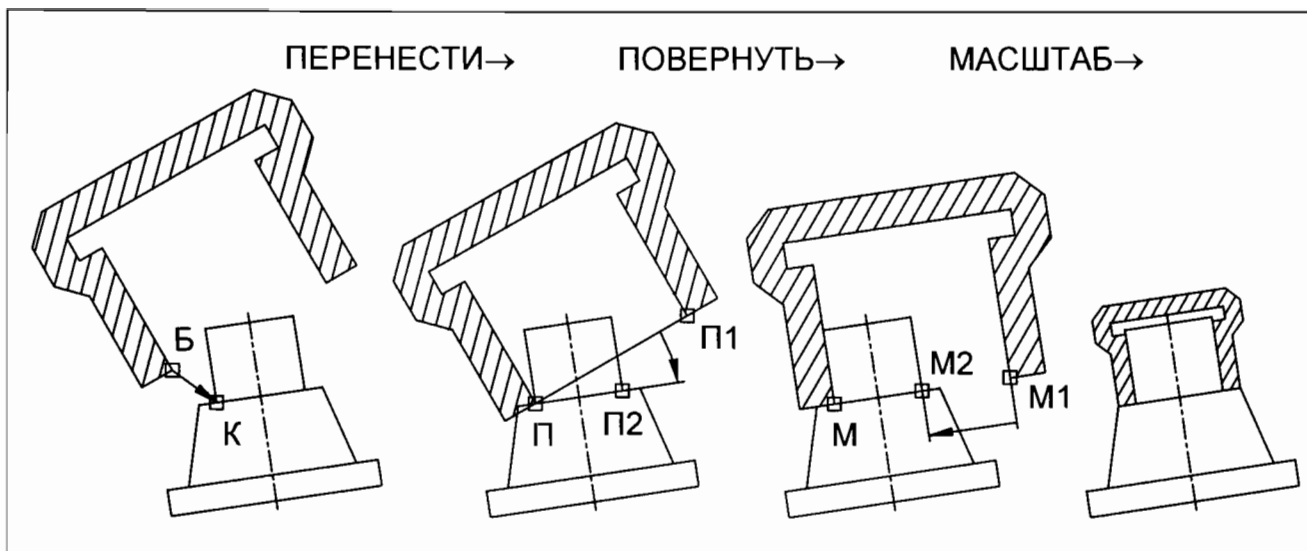

Рис.7
2. Порядок редактирования крышки (рис.7).